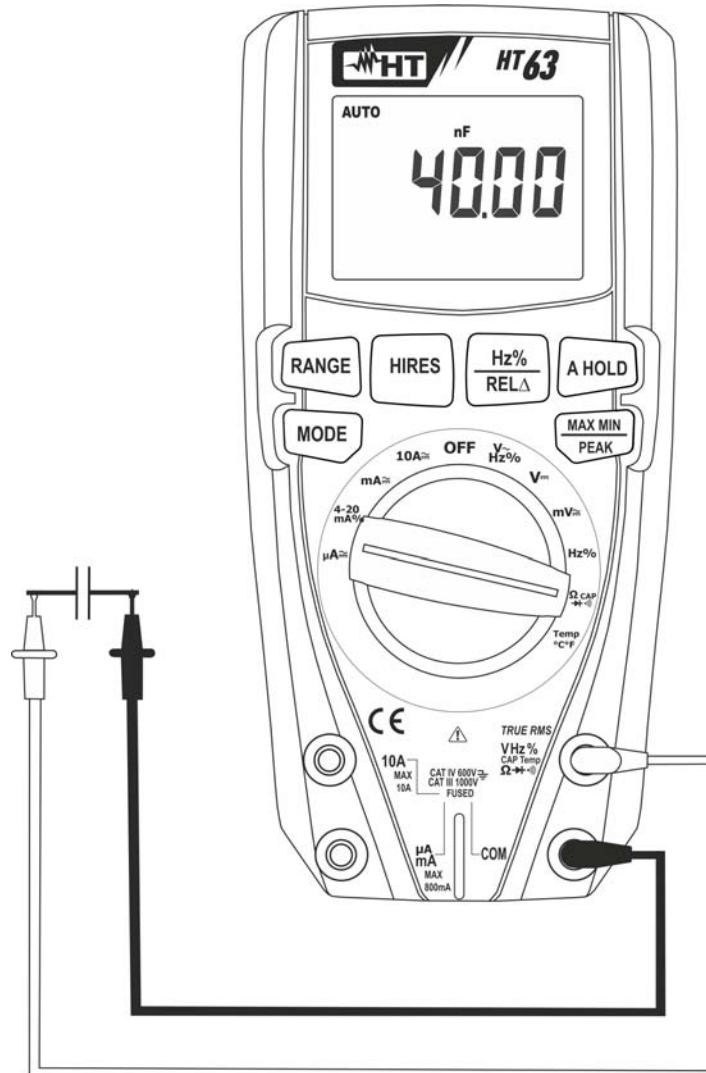

Fig. 7: Uso dello strumento per misura di Capacità
5. Posizionare i puntali ai capi del condensatore in esame rispettando eventualmente le polarità positive (cavo rosso) e negative (cavo nero) (vedere Fig. 7). Il valore della capacità è mostrato a display. La barra grafica non è attiva in questa funzione